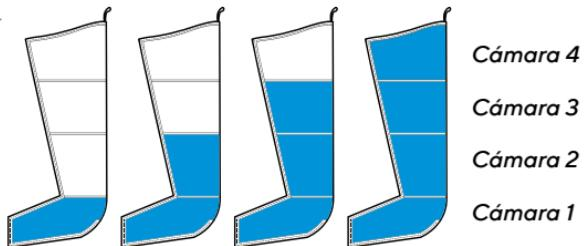

Figura 1 - Modo de ciclo Sequential
- Se aplica un masaje direccional desde la base de la zona tratada que continúa hacia arriba en dirección al torso y luego se libera (ver Figura 1).